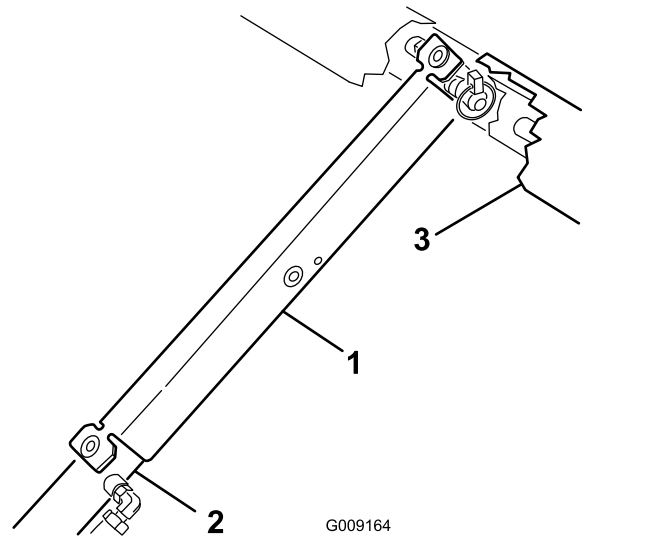

Bild 2
- C. Schieben Sie die Ladepritschenstütze auf die Zylinderstange. Achten Sie darauf, dass die Stützenendnasen auf dem Ende der Zylindertrommel und auf dem Ende der Zylinderstange aufliegen (Bild 2).